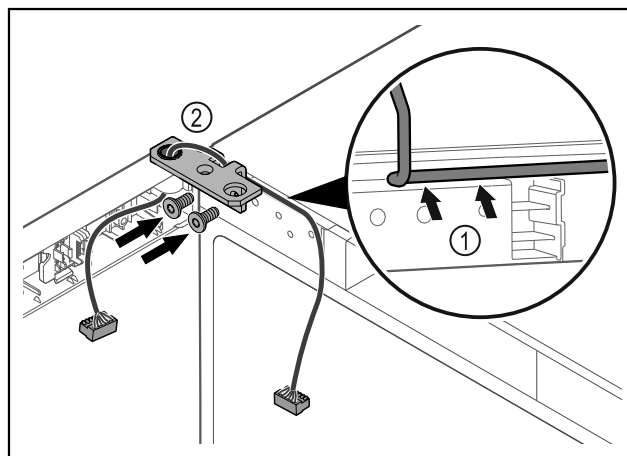

Fig. 39
- Prevlečte kábel cez vybranie uholníka závesu a opatrne ho položte Fig. 39 (1).
- Naskrutkujte uholník závesu Fig. 39 (2).